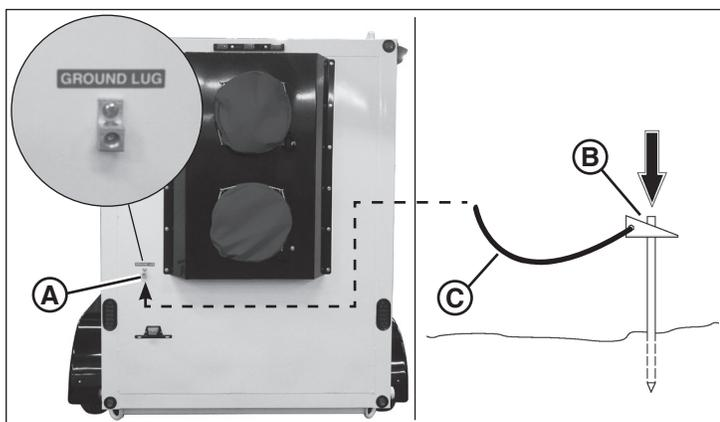

Figure 12
La remorque de l'appareil de chauffage est équipée d'une cosse de terre, située à l'arrière gauche de la remorque. Voir Figure 12. Un piquet de terre et un câble de mise à la terre sont aussi requis, et peuvent être obtenus chez votre concessionnaire agréé.
1. Repérer un point sur le sol pas plus que 1,5 m (5 pieds) de la cosse de terre (A, Figure 12). Enfoncer le piquet de terre (B) dans la terre à ce point.
2. Attacher une extrémité du câble de mise à la terre (C, Figure 12) au piquet de terre.